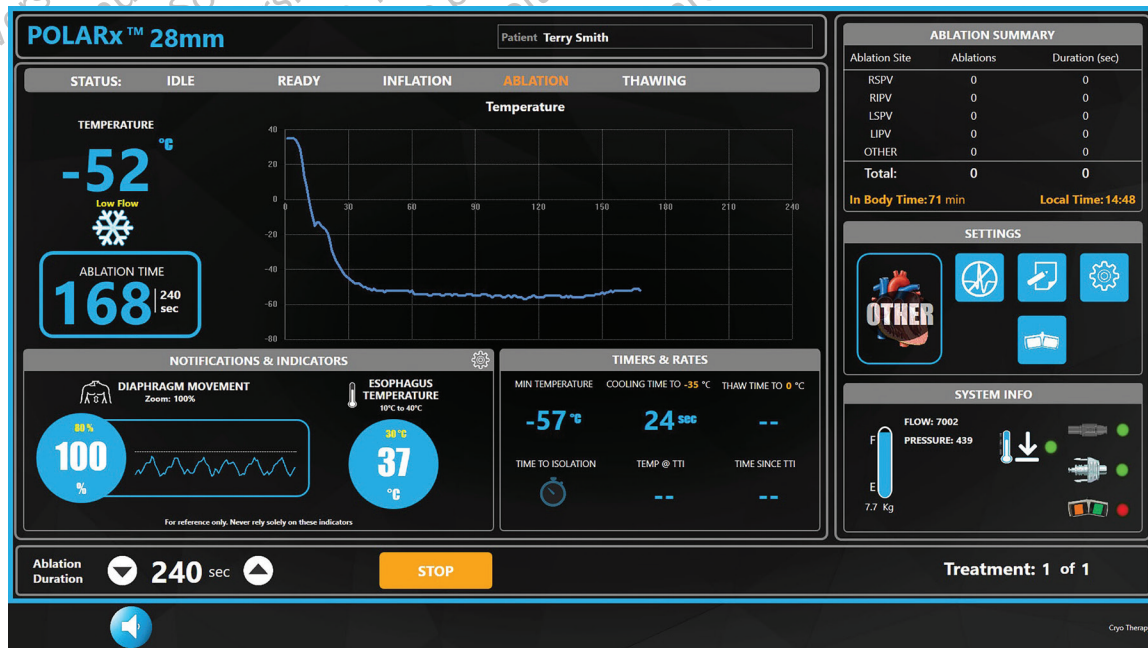

Figura 18. El Low Flow (Flujo bajo) está activado
- Pulse el botón Low Flow (Flujo bajo) para reducir el flujo al catéter en un 10%, si lo desea. Cuando se activa el flujo bajo, se mostrará un indicador **Low Flow** (Flujo bajo) debajo de la **TEMPERATURE** (Temperatura) del balón y el botón de flujo bajo desaparecerá (consulte la Figura 18).